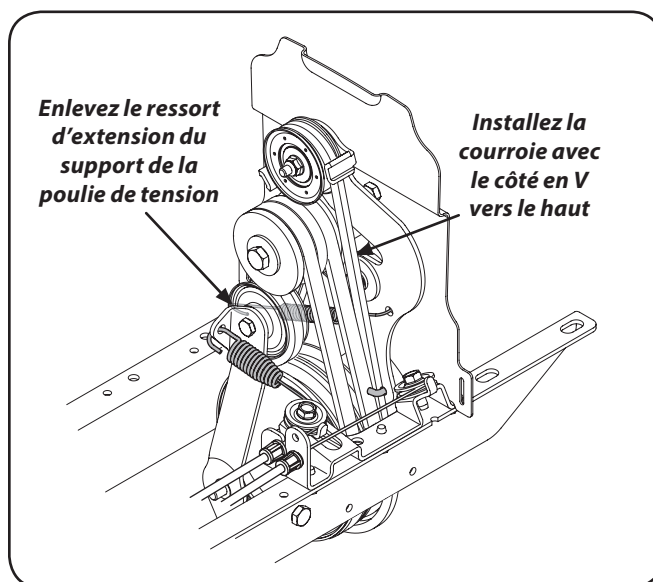

Figure 7-3
4. Enlevez le ressort d'extension du support de la poulie de tension. Voir Figure 7-3. À l'aide d'une pince à bec pointu, saisissez l'extrémité du ressort accrochée au châssis. Décrochez l'extrémité du ressort du châssis et relâchez doucement la tension en éloignant le ressort du châssis.